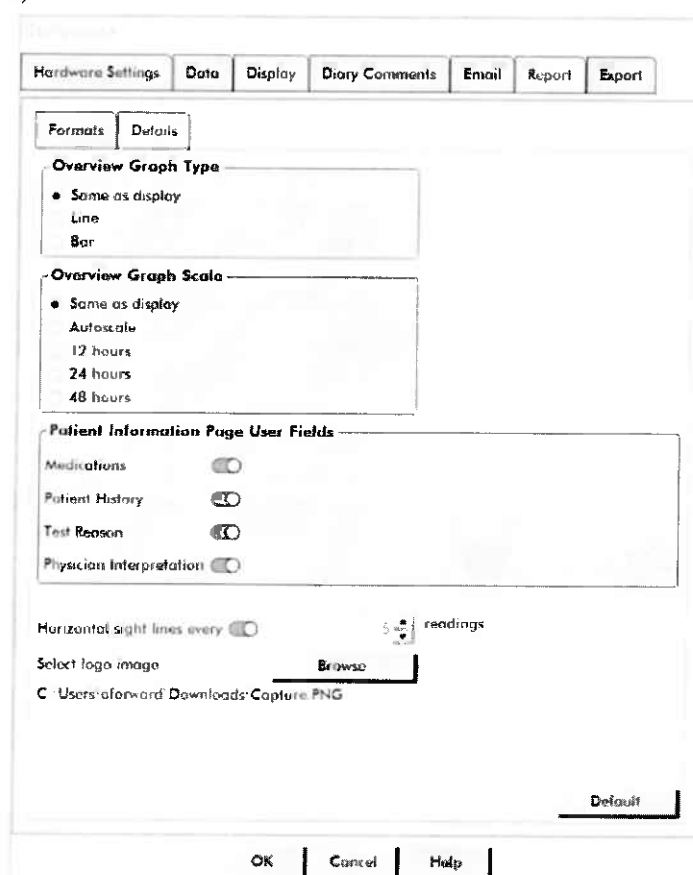

Figura 27: Finestra Configurazione, Dettagli rapporto
5. Selezionare la vista a pagina singola o a più pagine per la finestra **Anteprima stampa** nella scheda **Dettagli** (Figura 27).
Per configurare i dettagli del rapporto (Figura 27):